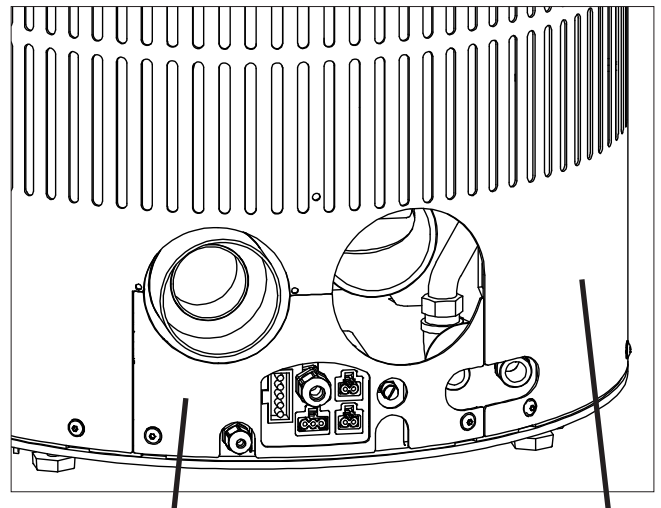

Fig.2a Cache
- Déposer la paroi arrière basse et le cache (Fig.2a).